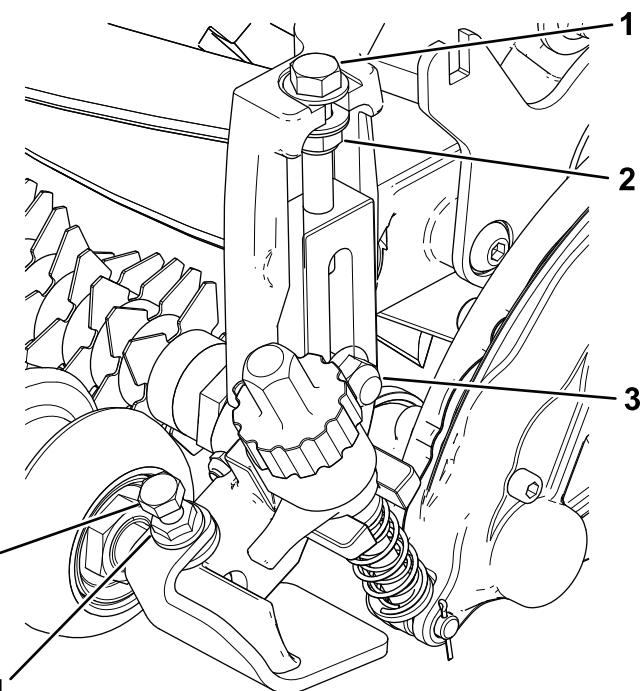

Figura 13
4. Apriete los pernos de cuello cuadrado y las contratuercas que sujetan los soportes de ajuste de la altura de corte a las chapas laterales (Figura 13).
5. Apriete la contratuerca del perno de ajuste de la altura de corte y, a continuación, afloje la tuerca $\frac{1}{2}$ vuelta (Figura 13).
6. Centre el rodillo delantero entre los soportes de altura de corte y sujételo en su sitio con los tornillos de caperuza y las tuercas con arandela prensada (Figura 13).